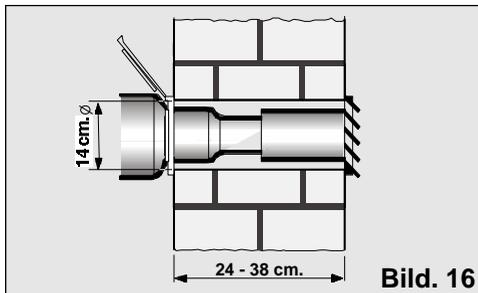

Bild. 16
- För att göra en fast installation där den varma luften leds ut genom väggen mås-te med en diameter av 14 cm Du först ta upp ett hål i väggen och sedan montera tillbehöret för vägggenomgång, Bild 16.